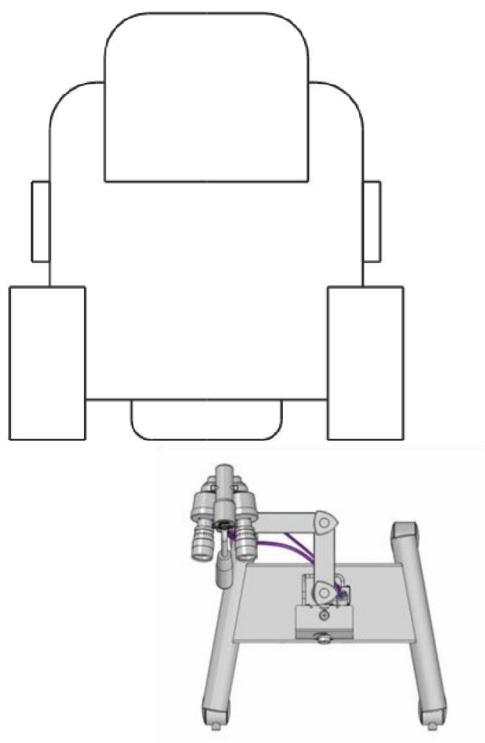

Рисунок 5 – Рекомендуемое расположение кольпоскопа и рычагов штатива относительно гинекологического кресла.
- 3) Установить кольпоскоп в удобное для работы положение (рис. 5).